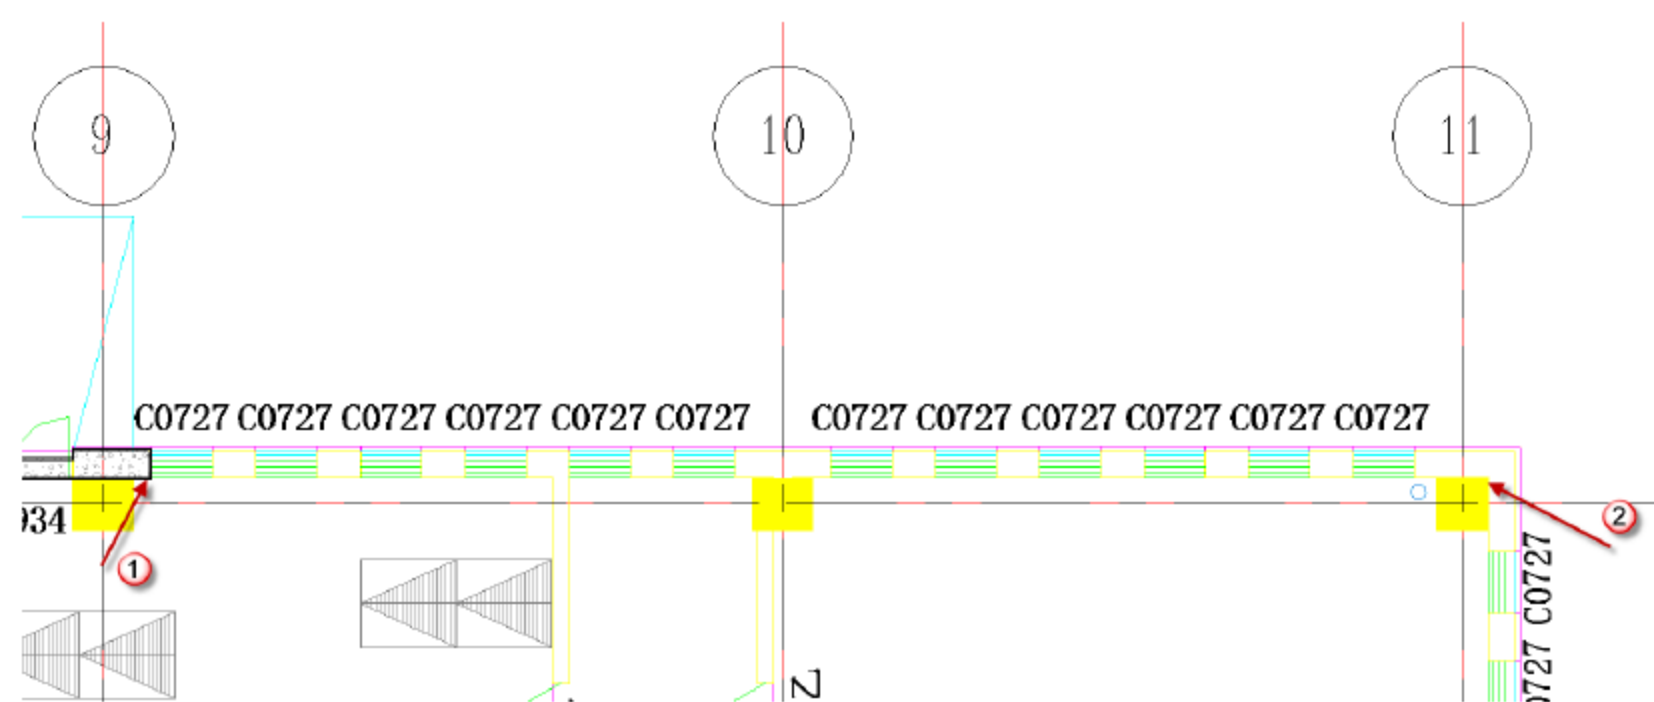
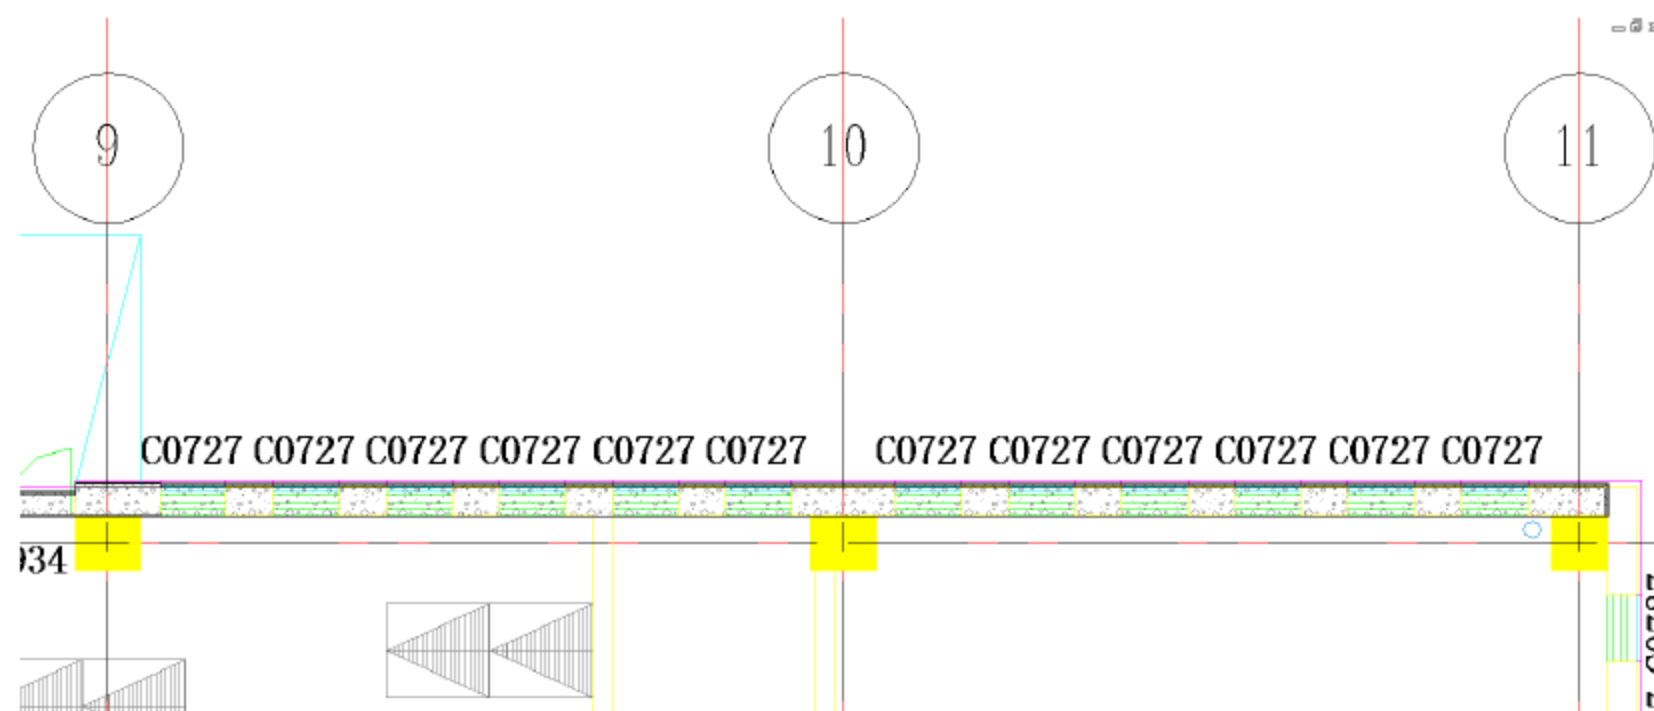

图 10.1.59 一层叠层墙-300mm 外墙绘制捕捉点
图 10.1.60 完成 G 轴线交 9 轴线和 11 轴线之间的外墙
(6) 绘制 G 轴线交 9 轴线和 11 轴线之间的外墙。选择“建筑”→“墙”→“墙：建筑”命令，也可以直接按快捷键 W+A。选择“一层叠层墙-300mm”墙族，将“偏移量”改为“150mm”，其他参数不变，依次捕捉图 10.1.59 所示位置绘制墙体。绘制完成后按两次 Esc 键，可以退出外墙绘图界面，完成后的外墙如图 10.1.60 所示。